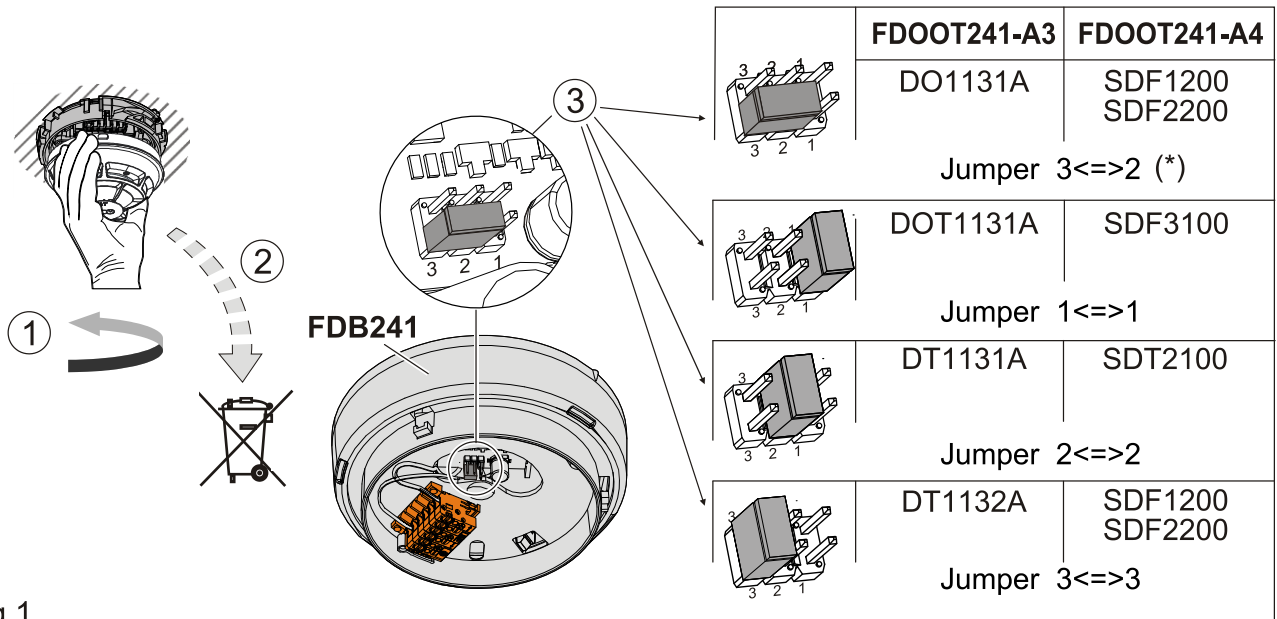

Fig.1
- Fig. 1 Démontage et élimination du détecteur utilisé jusqu'à présent